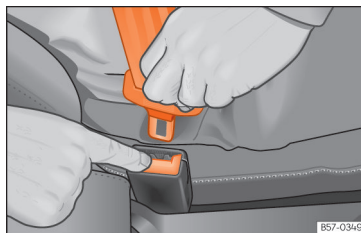

Abb. 26 Schlosszunge vom Gurtschloss lösen.
- Rote Taste im Gurtschloss drücken »» (Abb. 26). Die Schlosszunge springt heraus.